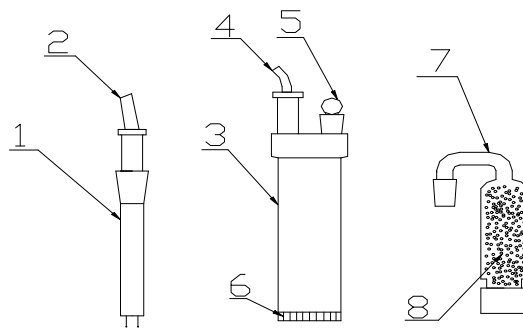

图2 电解池分解图
1、将蓝色硅胶粒装入干燥管内（图 2 中 7、8）旋紧下部白色螺帽。